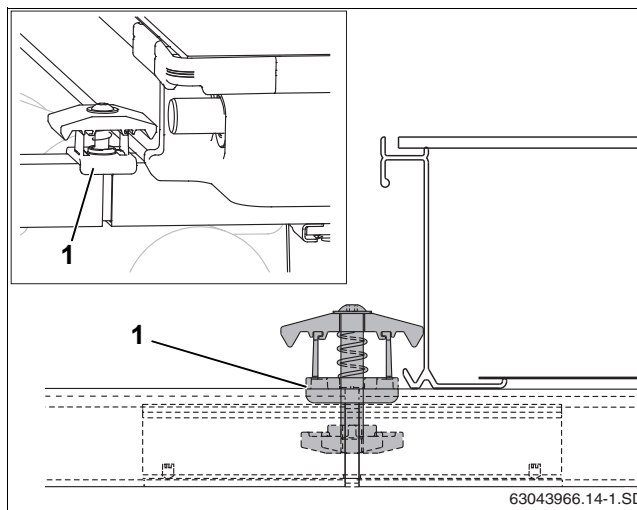

Рис. 44 Установка двухстороннего зажима
- Установите двухсторонний зажим гайкой вниз в отверстие профильной рейки и соединительной вставки так, чтобы пластмассовая распорка (рис. 44, [1]) охватывала профильную рейку.